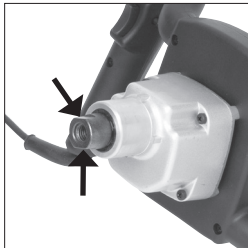

Abb. 2
Hinweis: Die Spindel (**Abb. 2**) der Maschine ragt aus der Twister-Motoreinheit heraus und verfügt über zwei (2) eingearbeitete Vertiefungen, in die der mitgelieferte Maulschlüssel gelegt wird.